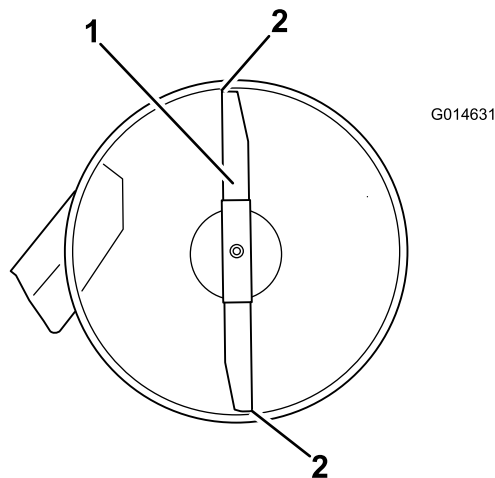
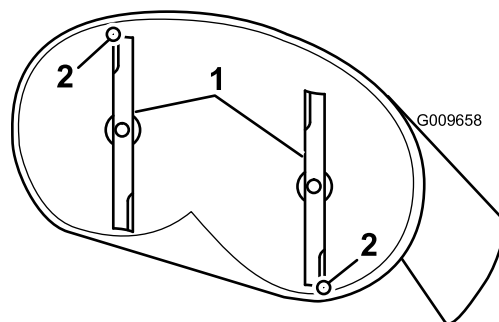

Figura 58
Figura 59
4. Gire cuidadosamente las cuchillas colocándolas en el sentido de avance de la máquina (Figura 58 y Figura 59).
5. Mida entre la punta de la cuchilla delantera y la superficie plana, y entre la punta de la cuchilla trasera y la superficie plana (Figura 58 y Figura 59).
- Después de realizar el ajuste, compruebe de nuevo la inclinación longitudinal, y siga ajustando la tuerca hasta que la punta de la cuchilla delantera esté entre 1.6 y 7.9 mm más baja que la punta de la cuchilla trasera (Figura 59 y Figura 60).